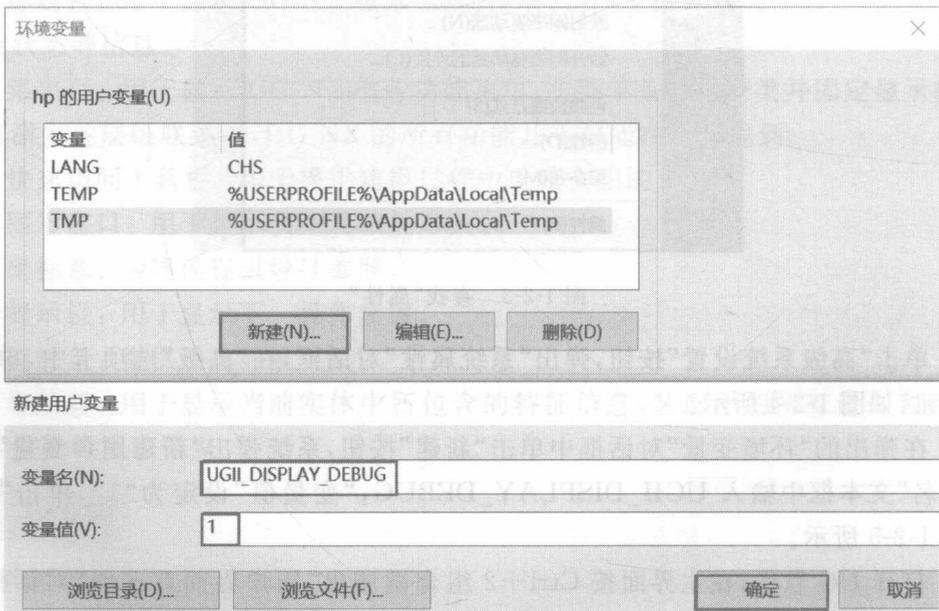

图 1-2-5 “环境变量”和“新建用户变量”对话框
- (3) 在弹出的“环境变量”对话框中单击“新建”按钮，系统弹出“新建用户变量”对话框。在“变量名”文本框中输入 UGII_DISPLAY_DEBUG，“变量值”设定为“1”，单击“确定”按钮，如图 1-2-5 所示。